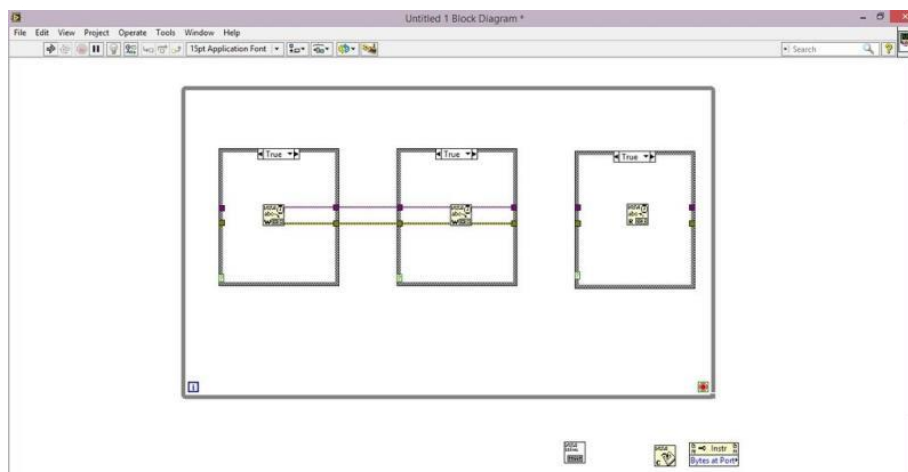

Рис.2 – Построение структур
2. Создается три структуры Case structure внутри цикла while loop. Цикл Case находится в Programming > Structures > Case Structure (рисунок 2).